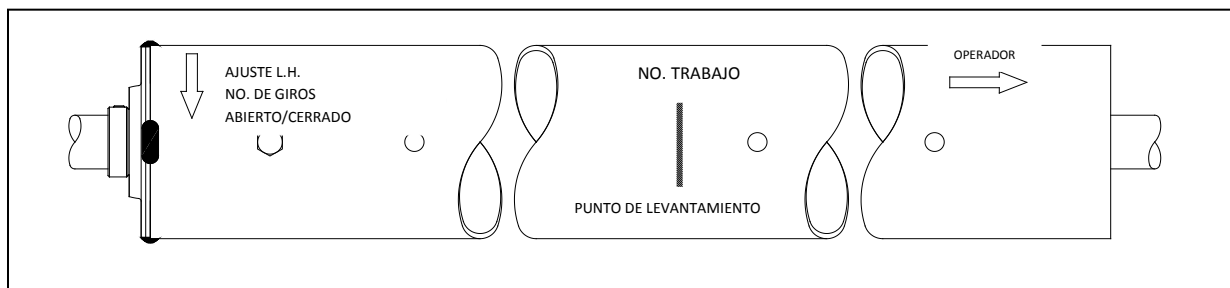

Figura 6.1 – Señales del Barril (se muestra el ajuste de lado izquierdo)
2. Desempacar el montaje del barril. Observar las marcas en el barril, ver **Figura 6.1** siguiente.
4. Verificar para tener la seguridad que el número requerido de vueltas este anotado en el barril como se muestra en la **Figura 6.1**. Consultar al distribuidor o fabricante si usted no puede localizar esta información. Verificar que estos números coincidas con la información proporcionada en la información de trabajo. Tomar nota de estos números, ya que el acceso a esta información puede obstruirse una vez que la cortina está instalada.
- **Levantamiento con grúa:** Colocar un soporte o un dispositivo de levantamiento debajo del ensamblaje del barril en el “punto de levantamiento” proporcionado en el barril, ver la **Figura 6.1**
- **Levantamiento con montacargas:** Separe las horquillas de manera uniforme debajo del “punto de levantamiento” proporcionado en el barril, ver Figura 6.1. Asegurarse de que el ensamblaje del barril este colocado lo suficientemente cerca de los extremos del montacargas de manera que los orificios sujetadores en el soporte puedan alinearse con los de las guías sin que la horquilla tenga contacto con la pared. Asegurar el ensamblaje del barril para evitar que se deslice de la punta de la horquilla.